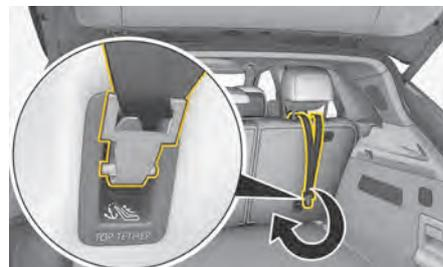

図. 46 I サイズまたは ISOFIX トップテザー付きチャイルドシートの固定
1. ISOFIX または I サイズ アンカー付きチャイルドシートをリテーニングラグ A(図. 46) で正しく取り付けます。
2. トップテザー B(図. 46) をヘッドレストに通します。容易に取り付けられるようにヘッドレストは取り外すことができます。
3. トップテザー B(図. 46) をバックレスト後部のアンカーポイントに固定し、トップテザーを締め付けます。